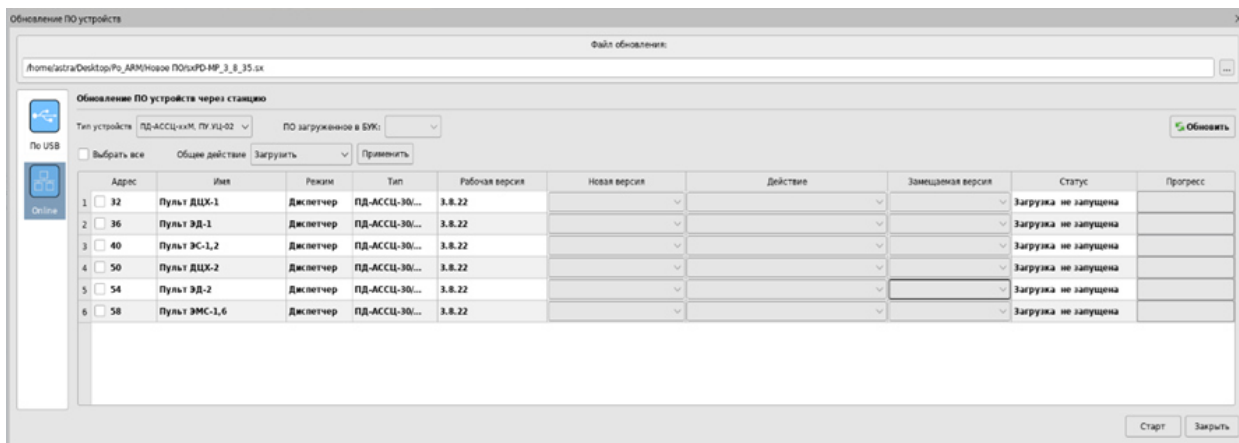

Рисунок 4.34 – Интерфейсный элемент «Обновление ПО устройств через станцию»
- 2) в открывшемся окне «Обновление ПО устройств» (см. рисунок 4.34) нажать ЛКМ на иконку «Online»;
- 3) после открытия интерфейсного элемента «Обновление ПО устройств через станцию» (см. рисунок 4.34) дождитесь загрузки списка устройств (пультов и переговорных устройств), подключенных к аппаратуре. Если в списке отобразятся не все устройства, нажмите кнопку «Обновить»;